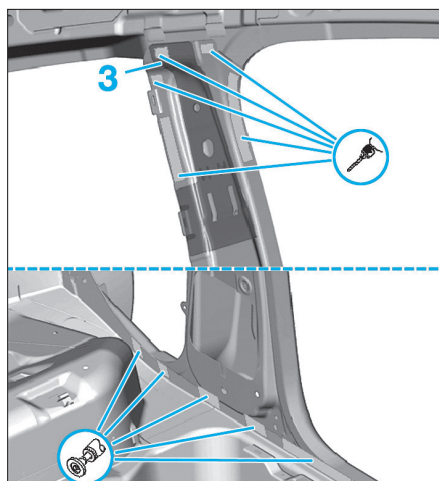

FIG. 59
- Dépointer et meuler le renfort (Fig.59).